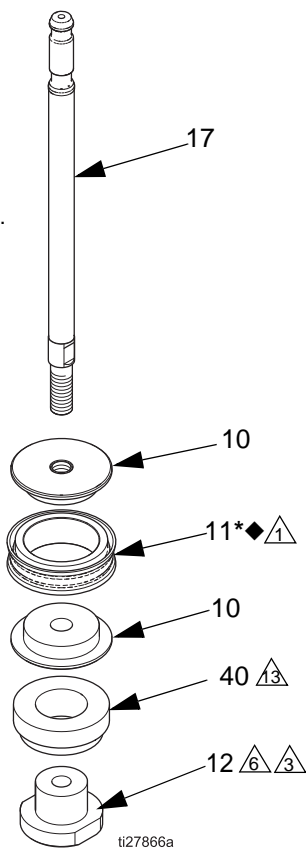

ABB. 2. Aus- oder Einbau des Kolbens (Nur für Modelle mit 1000 ccm, 1500ccm und 2000ccm)
1. Nur für Modelle mit 1000 ccm, 1500ccm und 2000ccm: Die zwei Hälften des Kolbens (10) rund um die Kolbendichtung (11*◆) geben und einrasten lassen. Siehe ABB. 2, Seite 7.